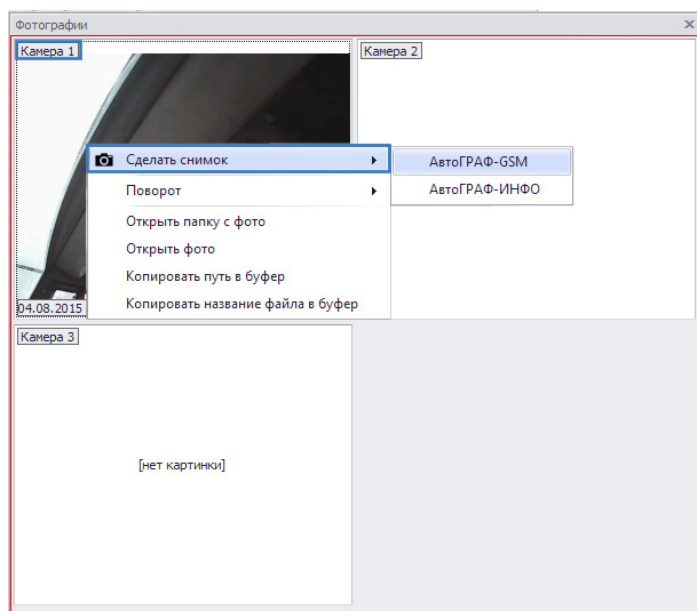

Рис.280. Запрос снимка с камеры 1.
- в Модуле просмотра фотографий в окне нужной камеры нажать правую кнопку мыши и в появившемся меню выбрать команду «Сделать снимок» (**Рис.280**);